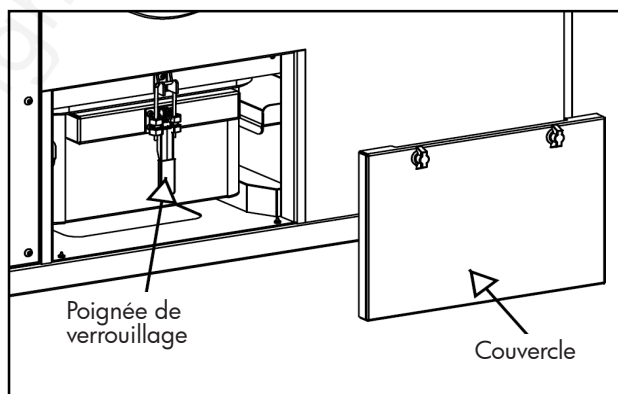

Figure 14
Comme indiqué sur la figure 14, retirez le couvercle et sortez le compartiment à poussière pour vider la poussière. Il suffit de la vider ou d'utiliser un aspirateur pour vider la boîte. Nettoyez en même temps les résidus de poussière dans l'armoire.
6.2 Nettoyage du compartiment à poussière (figure 14)